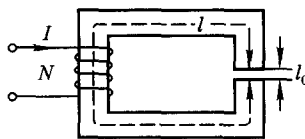

图 1.1
1.3.1 在如图 1.1 所示恒定磁通磁路中, 铁心的平均长度 $l=100$ cm, 铁心各处的截面积均为 $A=10$ cm², 空气隙长度 $l_0=1$ cm。当磁路中的磁通为 0.0012 Wb 时, 铁心中磁场强度为 6 A/cm。试求铁心和空气隙部分的磁阻、磁位差和线圈的磁通势。